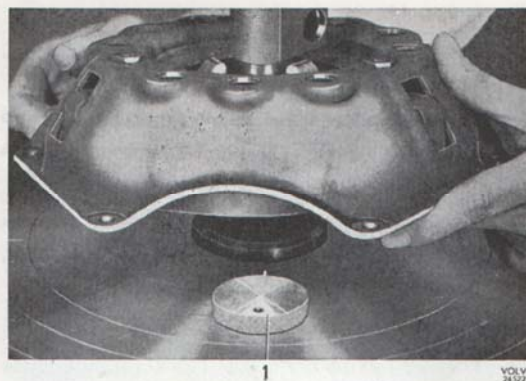

Bild 10. Placering av koppling i fixtur. I
2. Lägg distansklotsarna nr 0 på fixtur SVO 2322, se bild 10. Lägg på kopplingen, 3-punktsstöden, armarna och tre tryckstänger, se bild 11. Sätt på vredet och pressa ner kopplingen tills kåpan ligger an mot bottenplattan.